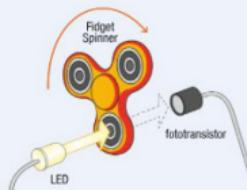

Figura 4.9 «Fidget Spinner Game»: la soluzione costruttiva.
Nel `setup()` cambia la disposizione delle scritte fisse sul display (figura 4.9).
- entrambi i concorrenti avviano i propri Fidget Spinner e li pongono contemporaneamente in mezzo a due forcille ottiche, per misurare la velocità (figura 4.9); i passaggi delle eliche sono rivelati mediante l'interruzione del fascio di luce emesso da un LED e ricevuto da un fototransistor;